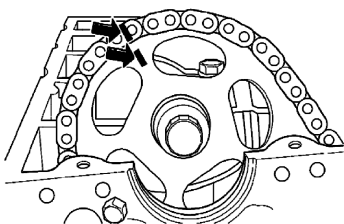

图 10-26 做对齐标记
7) 在正时链和凸轮轴链轮上做对齐标记(箭头位置),如图 10-26 所示。